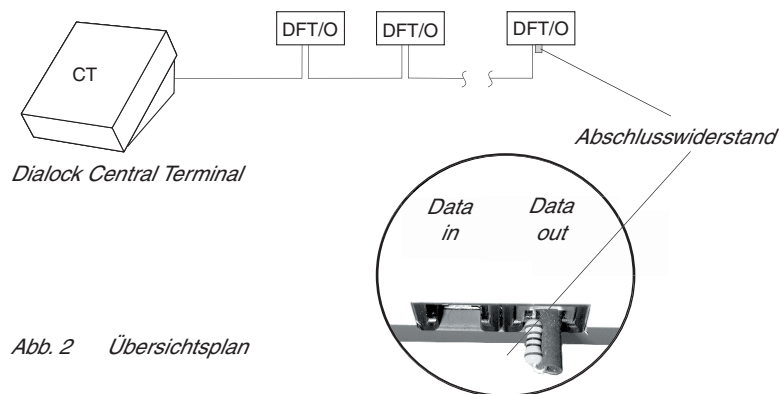
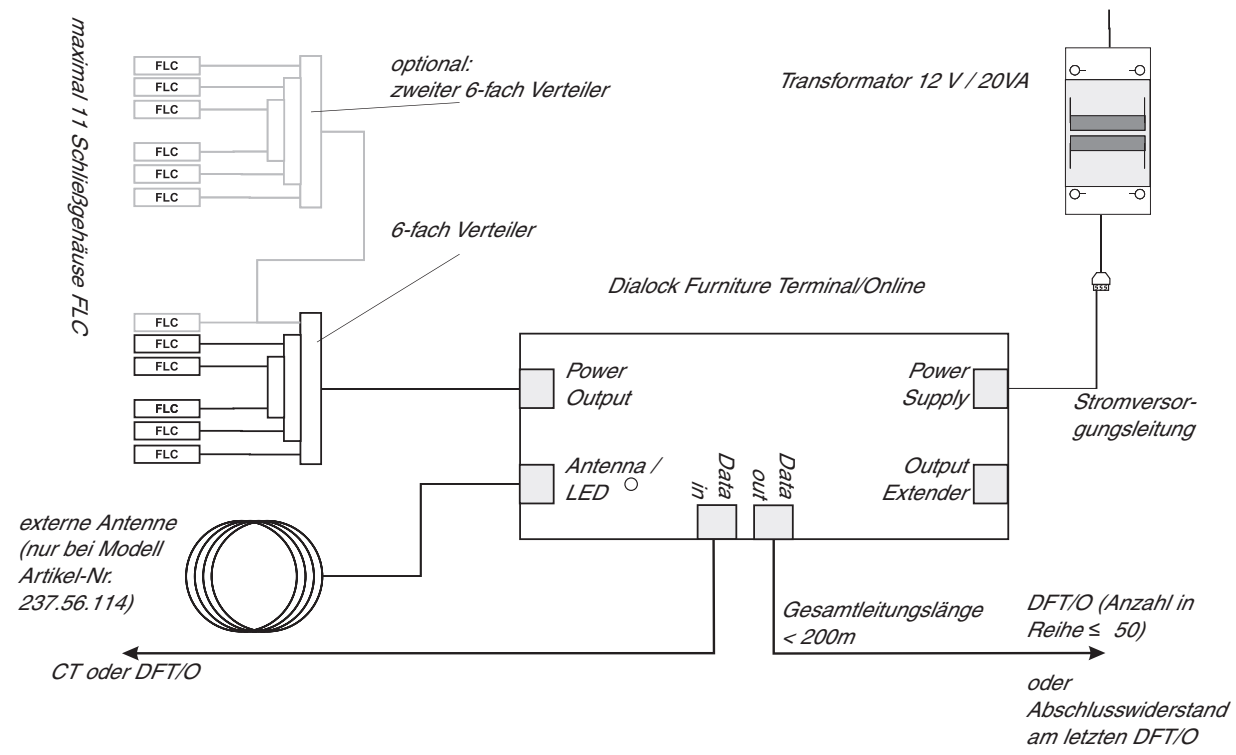

Abb. 2 Übersichtsplan
Abb. 3 Dialock Furniture Schließsystem Ausführung mit externer Antenne
1. Positionieren und befestigen des Dialock Furniture Terminal/Online und der Systemkomponenten entsprechend dem Anschlussplan (Abb. 3).
4. Gemäß Anschlussplan (Abb. 3) Stecker der Verbindungsleitungen am Dialock Furniture Terminal/Online anschließen.
5. Den Abschlusswiderstand in das letzte Dialock Furniture Terminal/Online in der Reihe einstecken (siehe Übersichtsplan Abb. 2).
3. Den optionalen zweiten 6-fach Verteiler, gemäß Abb. 3 Seite 9, anschließen.
Die Verbindungsleitungen der einzelnen Systemkomponenten wie in Abb. 2 (Seite 8) und Abb. 3 (Seite 9) gezeigt anschließen.